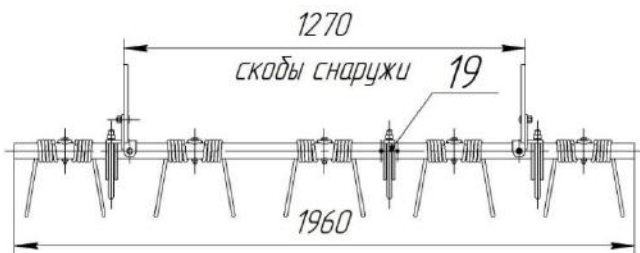

Рис. 4.12.4. Борона левого крыла ПК-8,5
4.12.3. Бороны центральной и крыловых рам на ПК-9,7 идентичны между собой (две правые и две левые), и имеют по шесть пружинных зубьев. На ПК-8,5 крыловые бороны имеют по пять зубьев. При установке борон обратите внимание, что штифты 19 должны быть расположены ближе к центру посевного комплекса (см. рис. 4.12.4 – 4.12.6). См. рис. 4.12.1 – на левых боронах скобы 8 и кронштейны 6 и 6а расположены снаружи рычагов, а на правых – внутри.